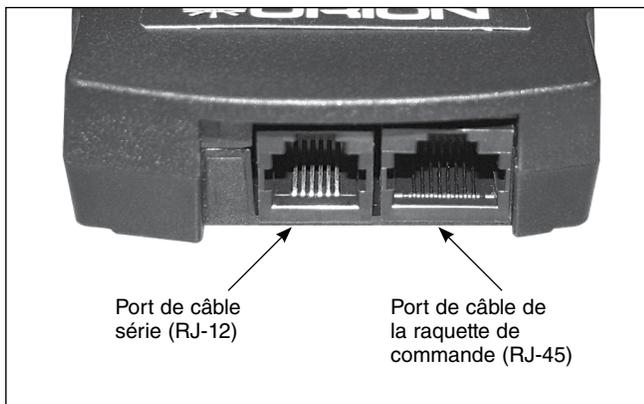

Figure 15. Les ports de la raquette de commande GoTo
- Branchez l'autre extrémité du câble spiralé sur la prise modulaire de la raquette de commande (**Figure 15**).